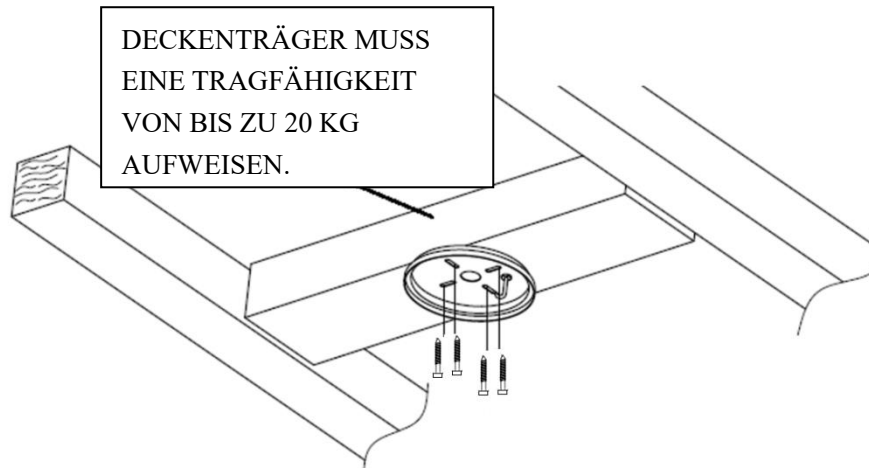

Abb. 2
- Fixieren Sie mithilfe der vier mitgelieferten langen Schrauben die Halterung an einem Deckenbalken oder einem Deckenträger, der mindestens eine Last von 20 kg tragen kann. Stellen Sie sicher, dass mindestens 30 mm der Schraube in die Halterung eingeschraubt sind. (Abb. 2)